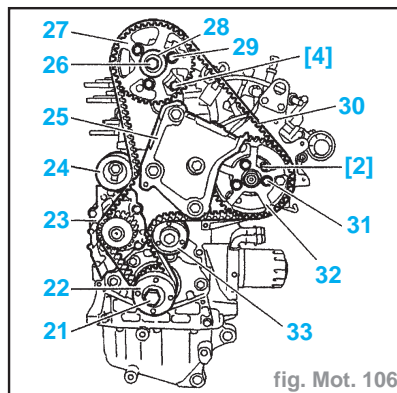

fig. Mot. 106
- Piger (fig. Mot. 106) :
- le pignon d'arbre à cames (27) à l'aide de l'outil [4] (-).0188-E
- le pignon de pompe d'injection (32), à l'aide de l'outil [2] (-).0188-H
- Desserrer les vis (26), (29) et (31) à l'aide de l'outil [5] (-).0132-AA.
- le galet tendeur (24)
- la courroie de distribution (30)
- la vis (21)
- le pignon de vilebrequin (22)
- la pompe à eau (23)